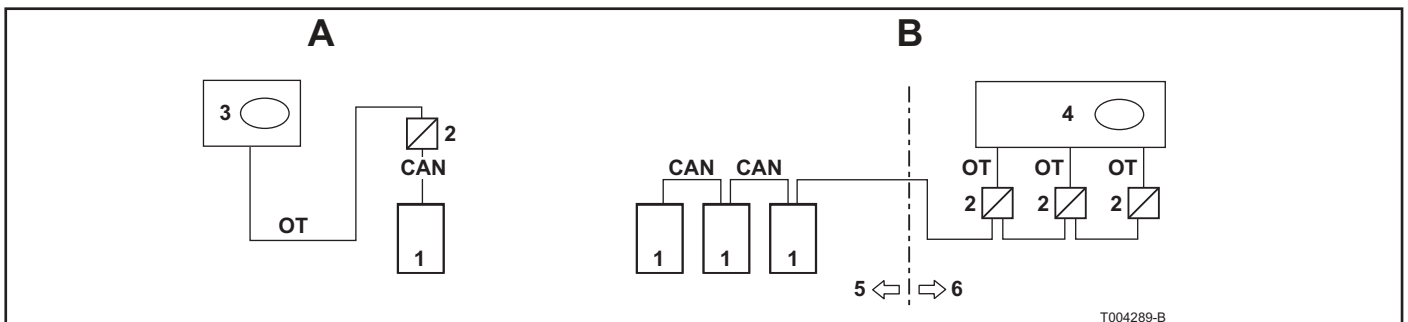

Fig. 05 CAN-Bus mit zwei Knoten (A) und mehreren Knoten (B)
- Durch zwei Knoten auf dem CAN-Bus, also durch eine CAN-OT-Schnittstelle und eine Wärmepumpe, *siehe Fig. 05 (A)*.
- Durch mehrere Knoten auf dem CAN-Bus, also durch mehrere CAN-OT-Schnittstellen und mehrere Wärmepumpen, *siehe Fig. 05 (B)*